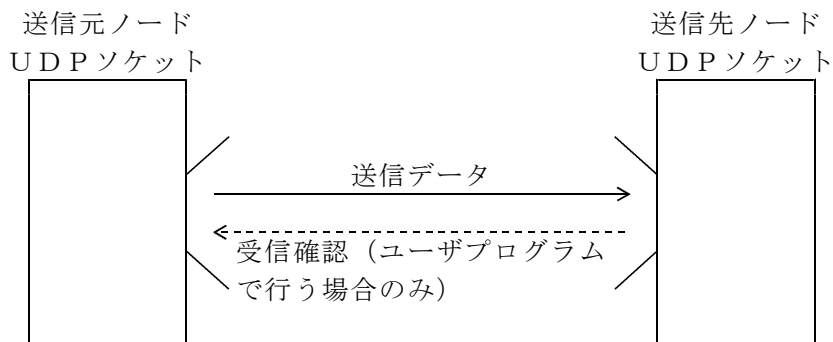

図6. 2 UDPソケット
b) TCPソケットインタフェース (図6. 3、図6. 4 参照)